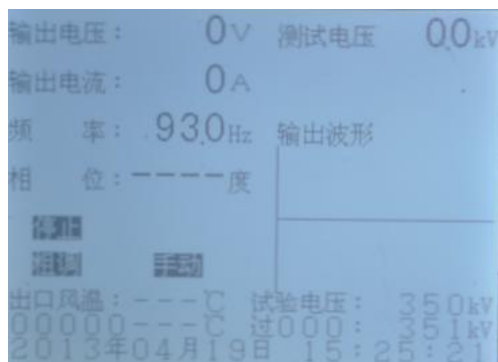

图 37 变频电源装置调试界面图
14.1 在开启控制箱电源后，同时按动四个方向键（也就是“电压升高”、“电压降低”、“频率减小”、“频率增加”），维持三秒钟。进入了调试界面下图 37 所示。